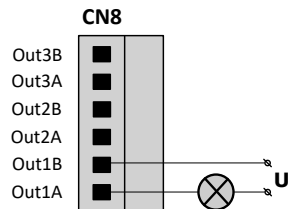

Рисунок 21
### Сигнальная лампа (Рисунок 21)
**Лампа освещения** (Рисунок 21)